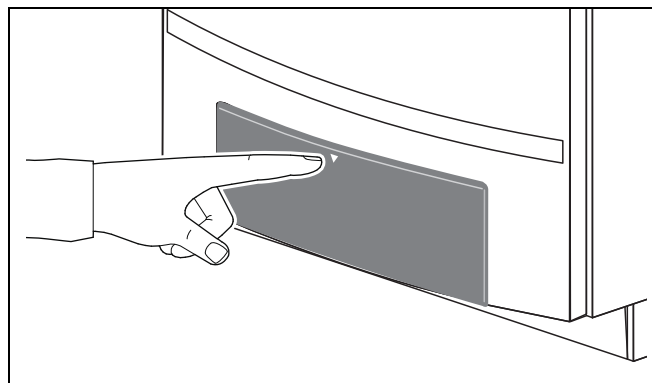

Рис. 93 Закрывание панели управления
- Нажать и закрыть панель управления (рис. 93, стр. 66).
- Нажать и закрыть панель управления (рис. 93).